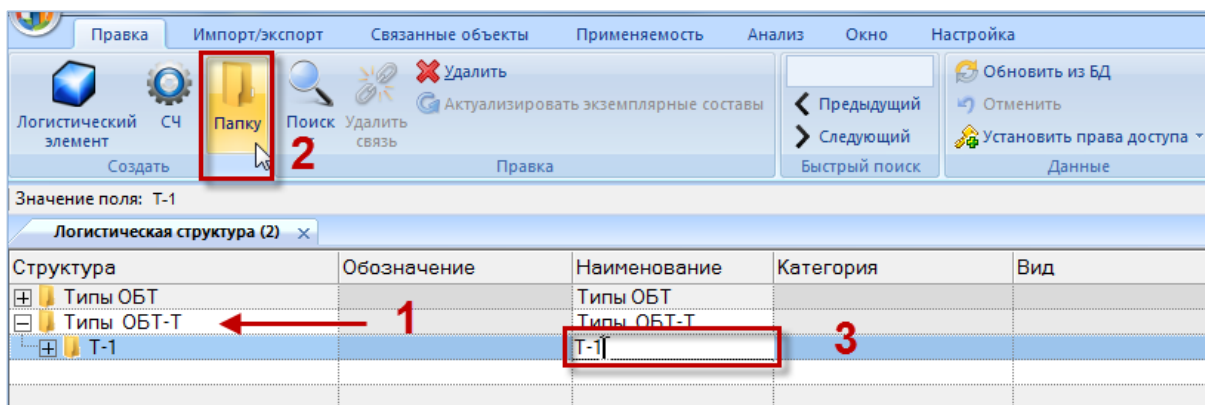

Рис. 10-10 – Создайте подпапку
- 4) При необходимости создать подпапку, для этого выбрать папку (1 на рис. 10-10) и нажать кнопку «Папку» панели «Создать» (2 на рис. 10-10).
5) Ввести наименование подпапки (3 на рис. 10-10).